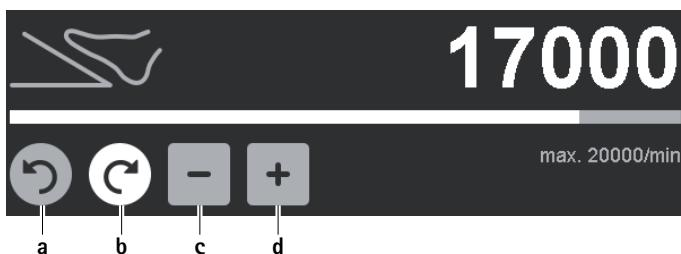

Fig. 6 Modificación del límite superior de velocidad/sentido de giro
- ▶ Modificación del sentido de giro: Accionar la tecla de selección de sentido de giro giro a derechas/giro a izquierdas a/b inactiva y gris, ver Fig. 6.